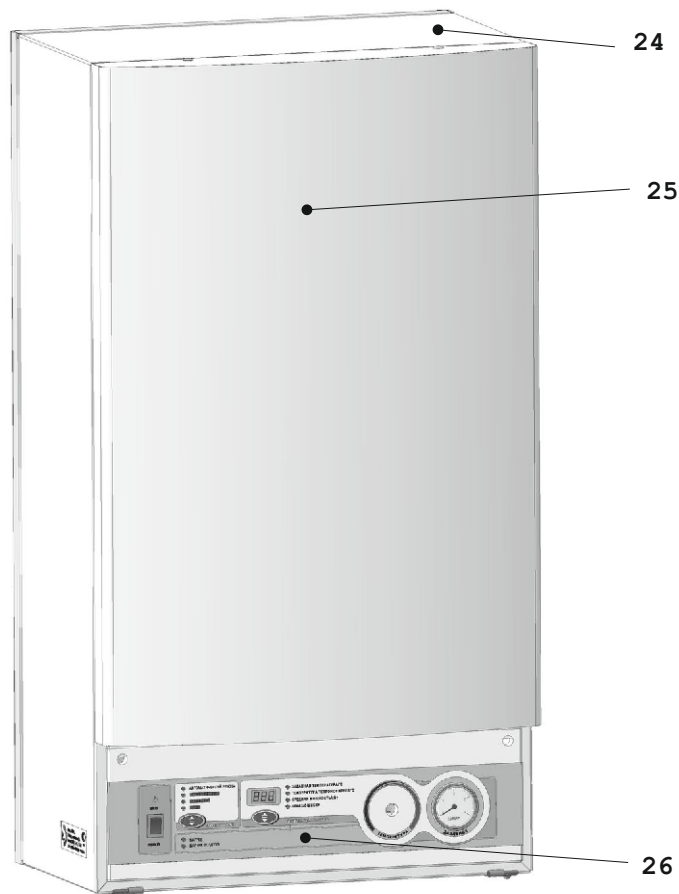

Рис. 2
4.2 На кожухе (24) Рис. 2 в нижней его части расположена панель управления (26) с элементами управления и индикации режимов работы прибора. Для монтажа и обслуживания устройств, расположенных внутри прибора, панель лицевая (25) может сниматься предоставляя доступ к любому узлу.
- 24 - кожух (рис.2)
- 25 - панель лицевая (рис.2)
- 26 - панель управления (рис.2)